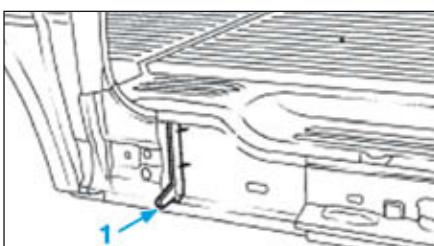

FIG.23
- Obturer les trous de l'insert gonflant (1) en découpant un morceau de plaque insonorisante (référence 77 01 423 546) (Fig.23).